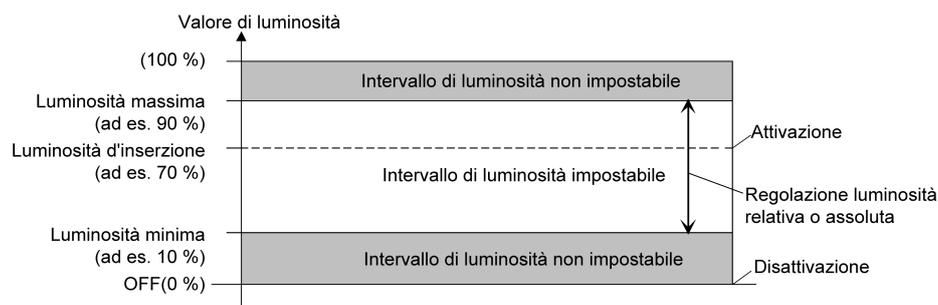

Figura 14: Esempio di un intervallo di luminosità con luminosità minima
- Definizione del limite di luminosità inferiore con luminosità minima (Vedi figura 14):